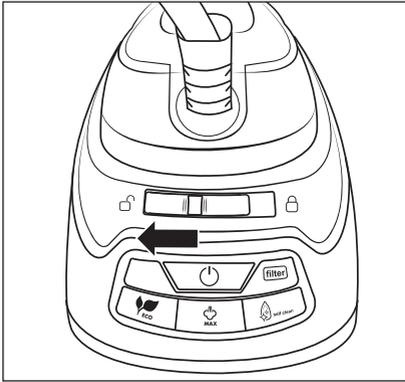

Fig. 4
- 2) Desbloquee la plancha de vapor **1** desplazando el interruptor de bloqueo **15** hacia la izquierda en dirección al símbolo  (desbloqueo) (consulte la fig. 4).